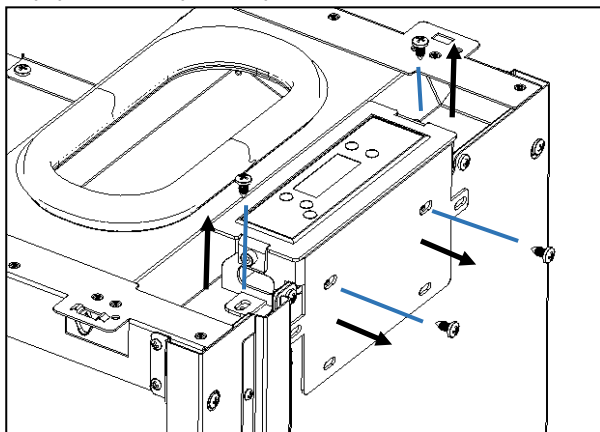

Figura 47 - Remoção do display no equipamento
a) Antes de começar a montagem das envoltentes, deve remover o apoio do display do equipamento, desapertando os quatros parafusos representado na Figura 47.